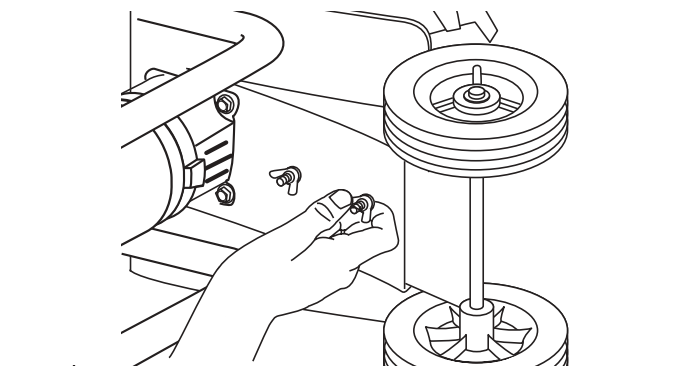

Fig. 4
4. Verifique que el hombro cuadrado de los pernos haya atravesado los orificios ranurados del soporte de la rueda. Ajuste las tuercas de mariposa (Fig. 4).